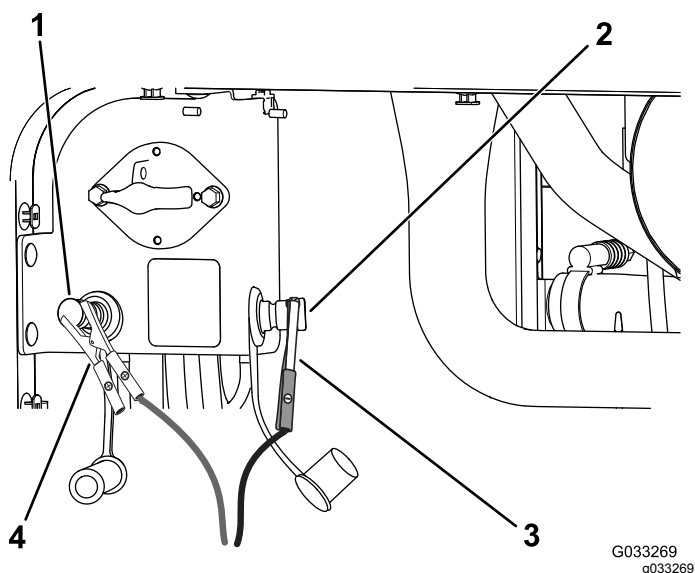

Figura 116
4. Ligue o cabo de arranque positivo (+) ao polo de arranque positivo (Figura 116).
5. Ligue o cabo de arranque negativo (-) ao polo de arranque negativo (Figura 116).
7. Quando o motor ligar, peça à outra pessoa que desligue o cabo de arranque negativo (-) do polo de arranque negativo e depois desligue o cabo de arranque positivo (+) (Figura 116).